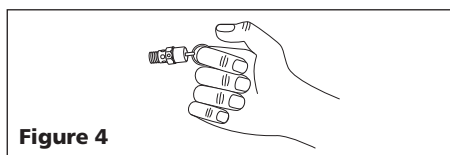

Figure 4
- Porter des lunettes de sécurité, tirer l'anneau sur la soupape de sûreté (voir les Figure 4) pour dégager la pression du réservoir du compresseur. Utiliser l'autre main pour éloigner l'air se déplaçant
- Tirer la bague sur la soupape de sûreté et la permettre de retourner à la position normale (Figure 4).